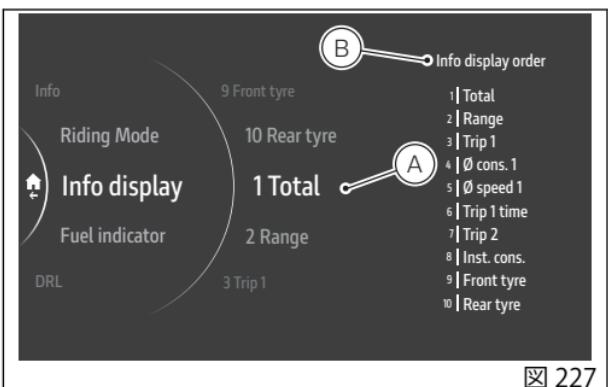

図 227
画面の中央に、選択可能な 10 個の項目が、現在の順番を示す番号と一緒に表示されます(A、図 227)。右側には、トリップ情報の現在の順番が表示されています(B、図 227)。
- ジョイスティック ▲ ▼ を使用して「Total(総走行距離)」を選択し、「ENTER」を押します(図227)。
元の順番を回復するには、「Default(デフォルト)」を選択して「ENTER」を押します。「Wait…(お待ちください)」が数秒間表示されてから、「Restored(回復されました)」と表示されます。続いて、「Default(デフォルト)」の項目がメニュー一覧に表示されなくなります。項目の位置とトリップ情報の現在の順番が初期状態に戻ります(図227)。